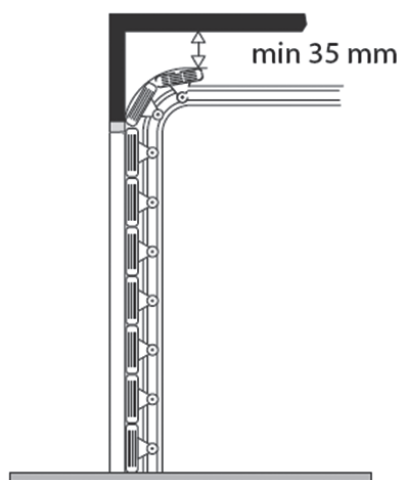

Рис. 4.
- Убедитесь в том, что минимальный зазор между потолком и верхней точкой при движении ворот составляет не менее 35 мм (Рис. 4).
2. На притолоке отметьте горизонтальную линию в месте, когда ворота при открывании максимально выступают вверх (см. рис. 4).